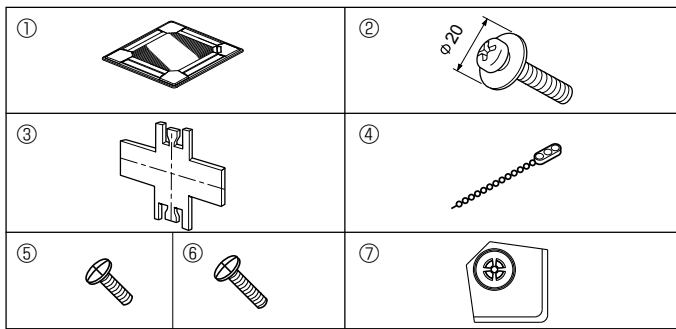

Fig. 5-1
5.1. Überprüfung des Inhalts (Fig. 5-1)